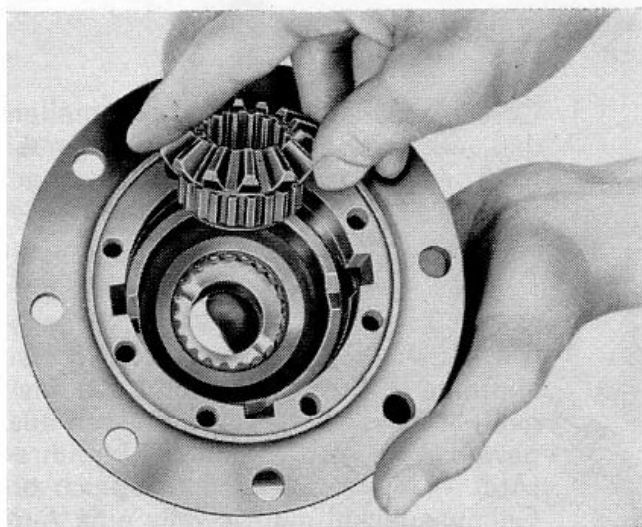

Abb. 11
4. Ein Achskegelrad (8) so einsetzen, daß die Außenverzahnung in die Verzahnung der Innenlamellen greift (Abb. 11).